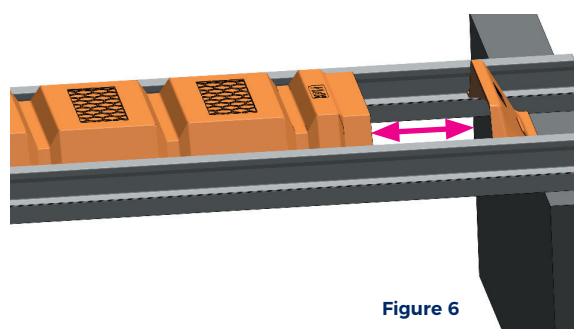

Figure 6
- Mesurer la distance de vide entre le Tympan et l'entrevous et ajouter 3 cm à votre mesure (Figure 6)